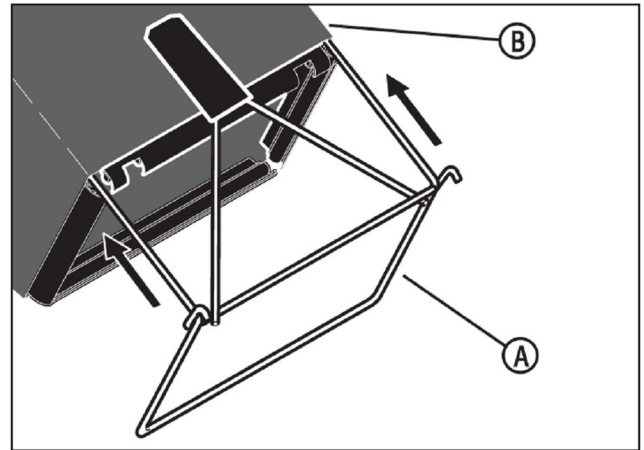

Рис. 4: Установка рамы травосборника
- 1) Вставьте раму (А, рис. 4) в травосборник (В).